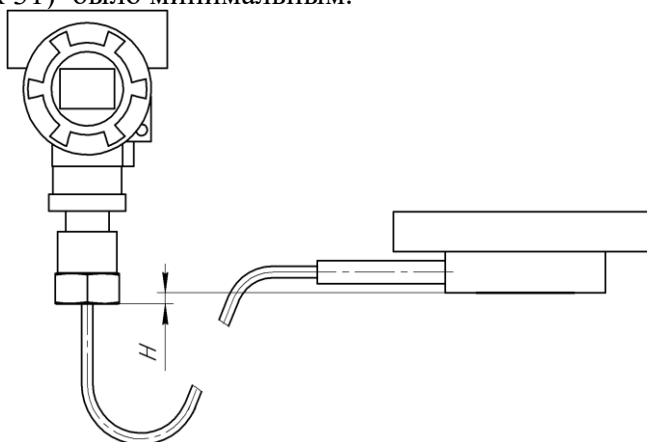

Рисунок 31 – Монтаж датчиков с капиллярными трубками
2.2.8 При использовании датчиков давления специального фланцевого исполнения или датчиков соединённых капиллярными трубками с мембранным разделителем сред для измерения до 1 МПа необходимо учитывать давление заливочной жидкости в капилляре на измерительную мембрану. Рекомендуется устанавливать датчик таким образом, чтобы расстояние от точки отбора (мембраны разделителя) до мембраны преобразователя давления (Расстояние Н, см. рисунок 31) было минимальным.